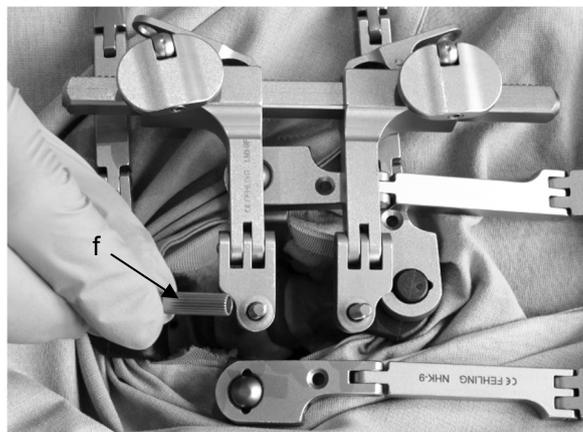
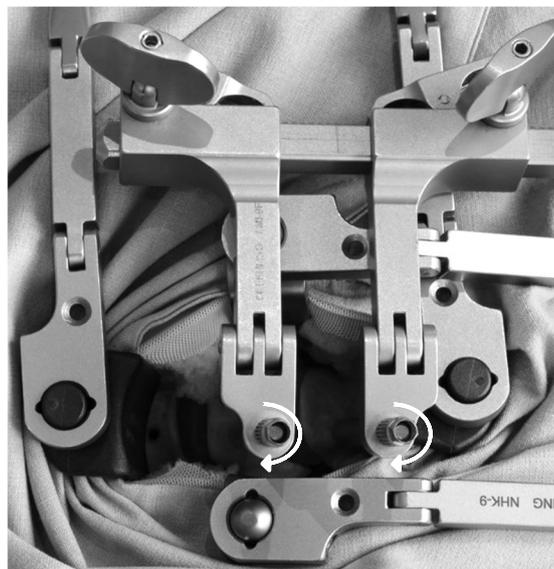

Fig. 11a
Fig. 11b
7. L'estremità prossimale dei pin di distrazione sporge dai tubi cilindrici di supporto dei bracci del divaricatore e viene serrata con l'ausilio del dado di fissaggio (f) (Fig. 11a) avvitando in senso orario (Fig. 11b), in modo da impedire una dislocazione dei pin di distrazione durante l'intervento.